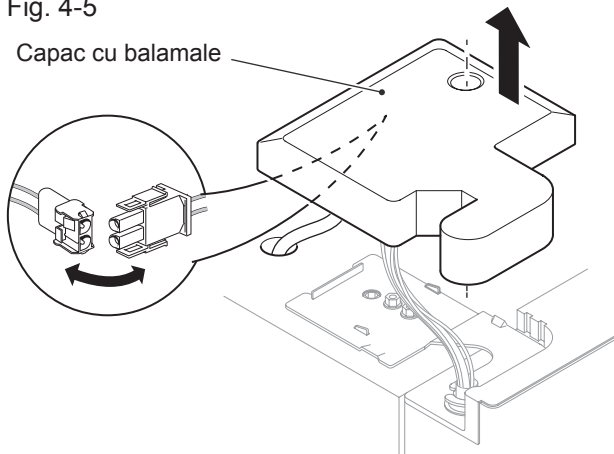

Fig. 4-6
2. Scoateți șuruburile care fixează balamaua superioară pe poziție și apoi scoateți balamaua (Fig. 4-6).